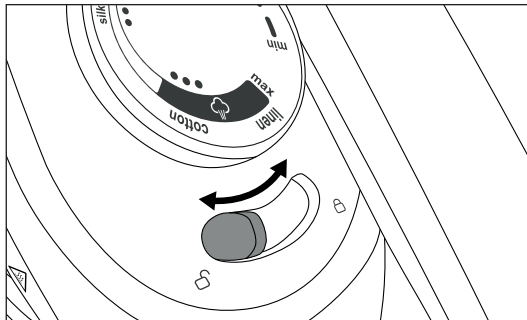

Abb. 14
- ▶ Betätigen Sie immer den Verriegelungsschalter ④, wenn Sie das Gerät transportieren möchten. Dadurch wird verhindert, dass das Bügeleisen von der Abstellfläche ⑥ rutscht und herunterfällt.
- ▶ Halten Sie das Gerät beim Transport immer am Griff des Bügeleisens fest, niemals am Griff des Wassertanks ⑩. Der Wassertank ⑩ könnte sich aus der Basisstation lösen und das Gerät könnte herunterfallen und beschädigt werden.
- ◆ Schieben Sie vor dem Transport des Gerätes den Verriegelungsschalter ④ am Bügeleisen in Richtung geschlossenes Schloss-Symbol  (siehe Abb. 14). Das Bügeleisen ist auf der Abstellfläche ⑥ fest verriegelt und kann nicht herunterfallen.
- ◆ Schieben Sie den Verriegelungsschalter ④ in Richtung offenes Schloss-Symbol , um die Verriegelung zu lösen (siehe Abb. 14).